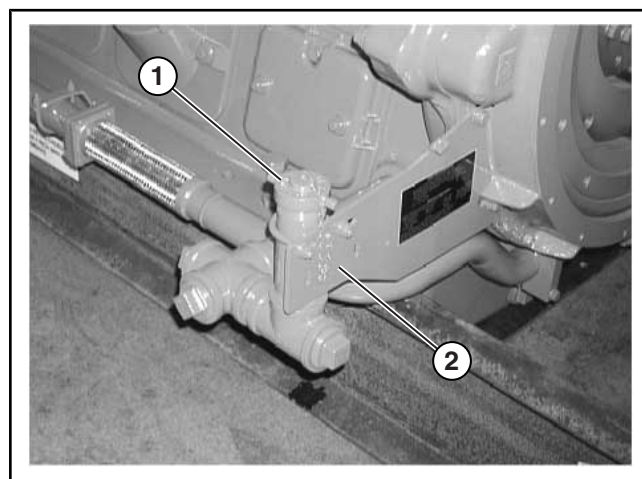

Рисунок 8.05-1: Маслозаливная горловина
1. Снимите крышку маслозаливной горловины, расположенной слева внизу в задней части двигателя (см. Рисунок 8.05-1).